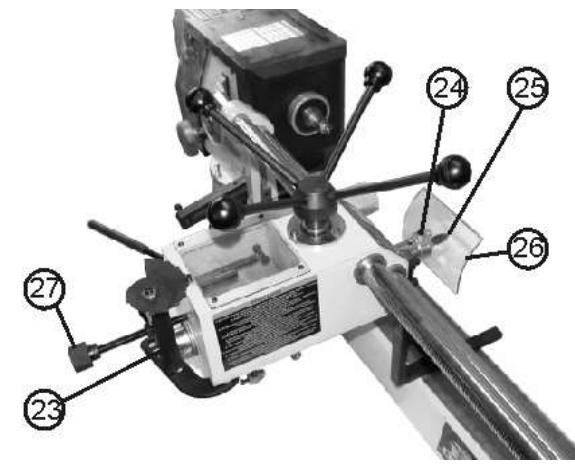

Рис.7.
#### 5.6. Установка резца и защитного экрана (Рис.7)
#### 5.7. Установка винта точной регулировки и копирующего штифта (Рис. 7, 8)
Установите винт точной регулировки с фиксирующей гайкой (27) в резьбовое отверстие блока (23), Рис.7. Установите на штифт копирующий (28) ролик (29) и зафиксируйте его болтом с круглой головкой (30), Рис.8. Установите копирующий штифт(28), Рис.8, в паз траверсы (Рис.11, 25). Закрепите в нужной позиции с помощью шайбы и двух шестигранных гаек (Рис.11, 60, 27).